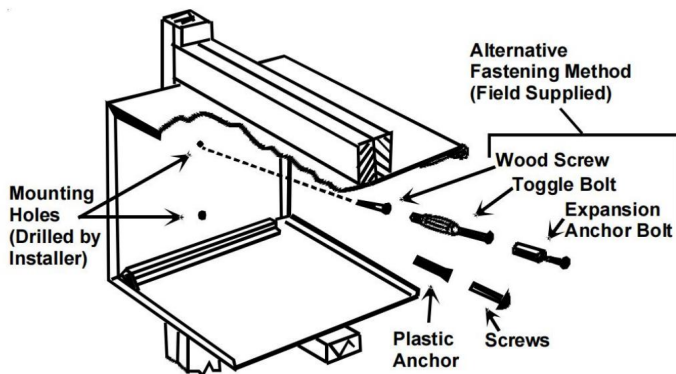

Figure 5
5. Lors de l'installation dans l'ouverture, le manchon mural doit être de niveau d'un côté à l'autre et incliné d'un quart de bulle de l'avant vers l'arrière. **NE PAS INCLINER LE MANCHON MURAL VERS LA PIÈCE.** Voir la figure 5. Ceci permet au condensat de s'évacuer.
7. Fixez le manchon à l'aide de quatre vis à bois n° 12 x 2 po (pour les bâtiments en bois) ou de quatre vis à maçonnerie n° 12 x 2 po (pour les bâtiments en ciment ou en briques) (Figure 5). Fixé à 2 endroits sur les côtés gauche et droit, assurez-vous